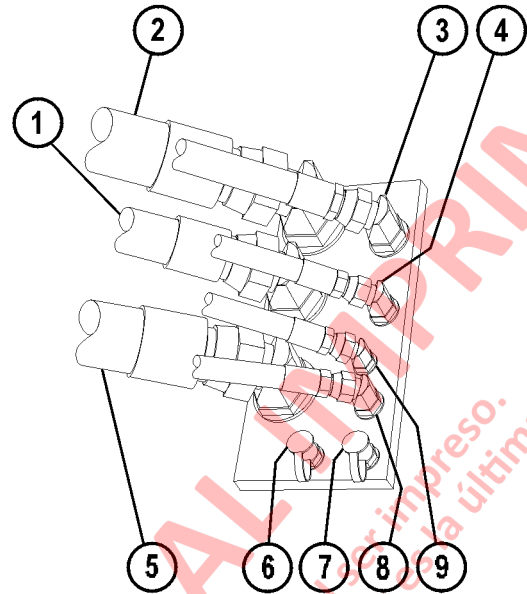

FIGURA 4-3. MANGUERAS DE LOS FRENO
23. Coloque ambos manómetros de 20 685 kPa (3,000 psi) en los puertos de prueba «LBP» (7, Figura 4-3) y «RBP» (6) en el múltiple del lado izquierdo de la carcasa del eje trasero.